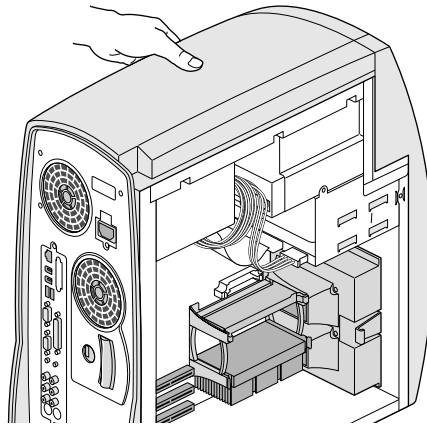

Abbildung 6-3 Stützen des Systems mit der Hand
7. Legen Sie während des Einsetzens des Prozessors wie in Abbildung 6-3 gezeigt, eine Hand oben auf die Systemeinheit, um diese zu stützen.